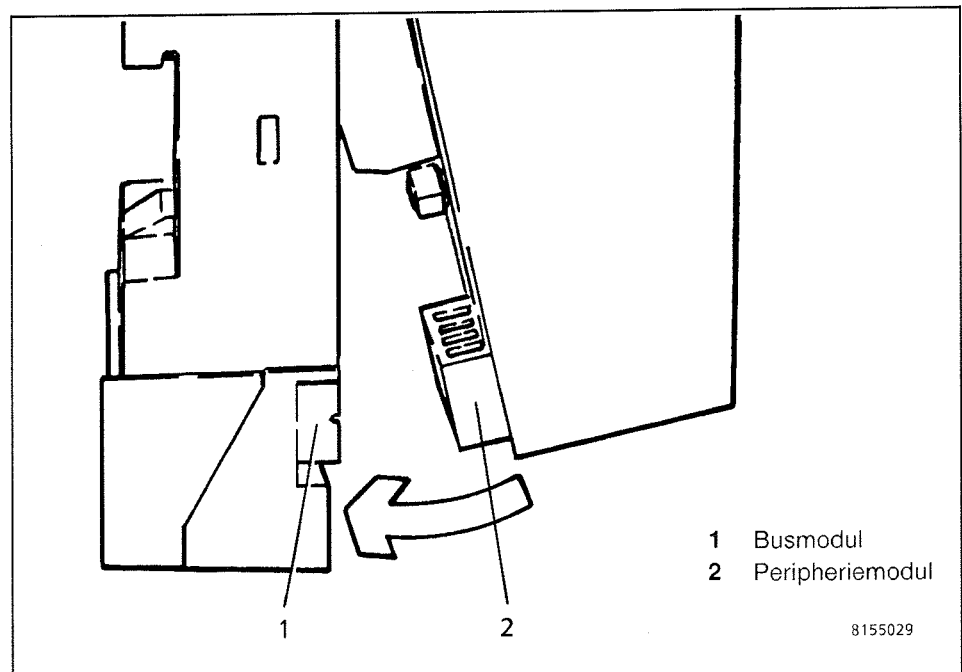

Fig. 3
- Die **Peripheriemodule** werden oben an den Busmodulen eingehängt und in Richtung des Klemmenblocks eingeschwenkt (Bild 3). Dann mit einer Schraube am Busmodul rüttelfest verschraubt. Dabei werden die Verbindungen sowohl zum Klemmenblock als auch zum internen Bus hergestellt.